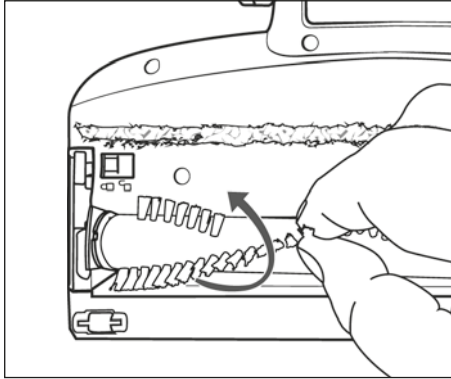

Fig. 25
- 3) Retirez le rouleau brosse ❶ par les poils de la brosse de sol ❷. Tournez légèrement le rouleau brosse ❶ pour pouvoir le retirer plus facilement (voir fig. 25).